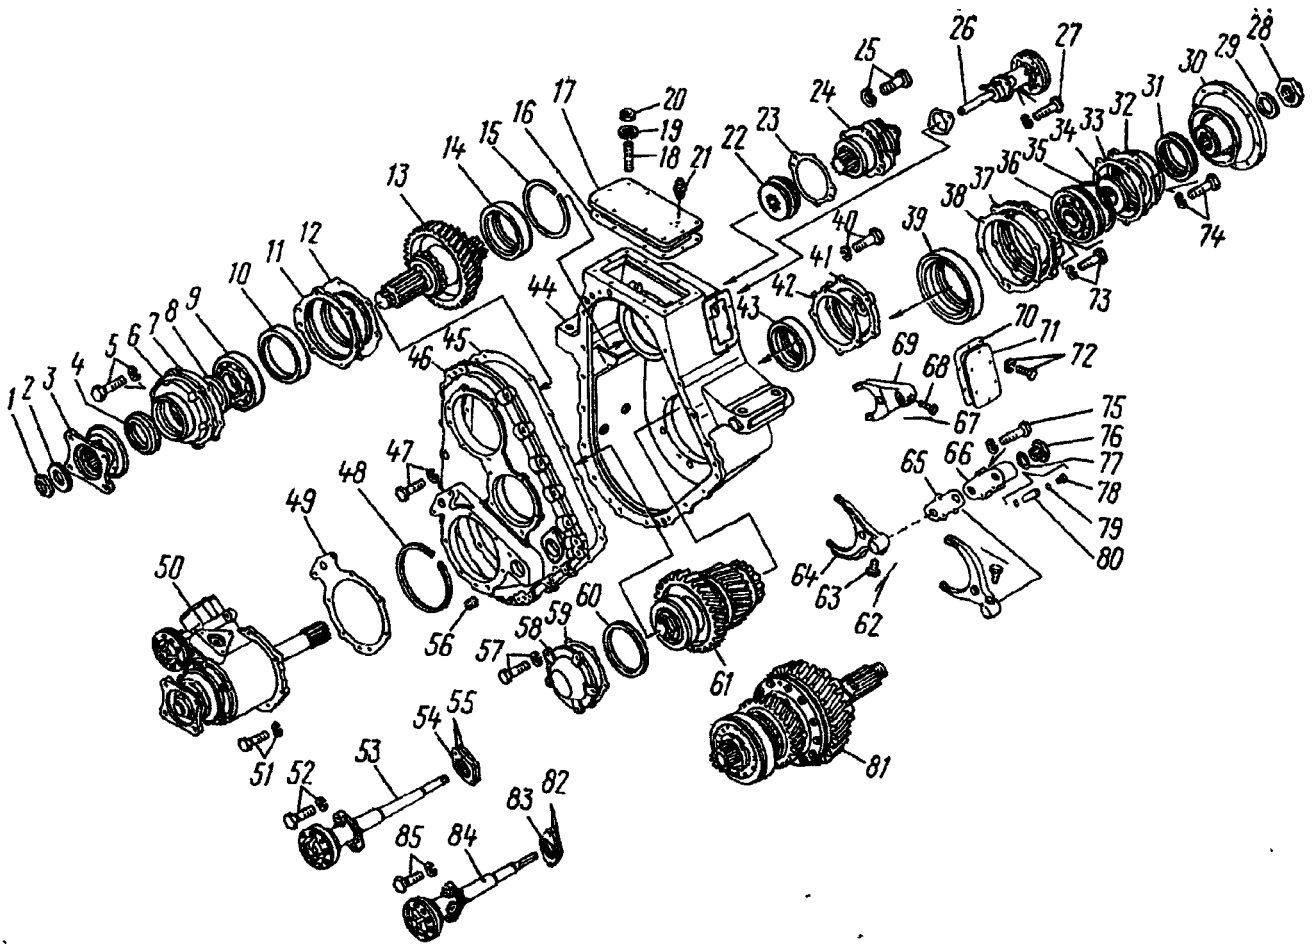
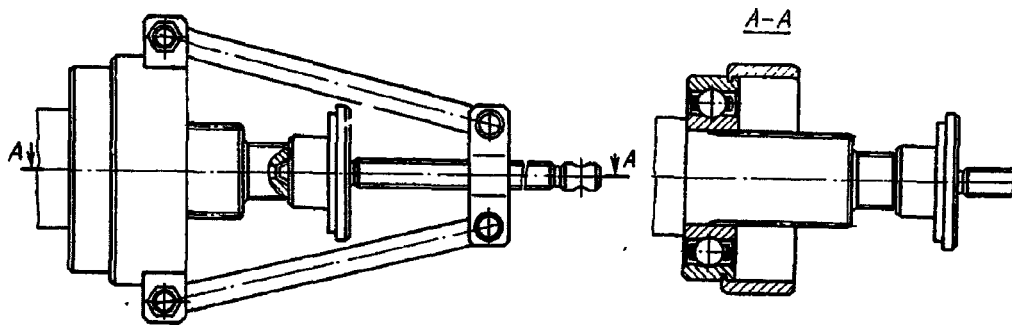

Рис. 160. Коробка раздаточная:
Рис. 161. Снятие подшипника зубчатого колеса привода заднего моста
2. Выверните пробку заливного отверстия и магнитную пробку 56 (рис. 160) сливного отверстия. Слейте масло из раздаточной коробки
5. Выверните и снимите болты 73 с пружинными шайбами. Снимите крышку 37 заднего подшипника с уплотнительной прокладкой 38. Снимите упорное кольцо 35 и съемником (рис. 161) снимите подшипник 36 (см. рис. 160)